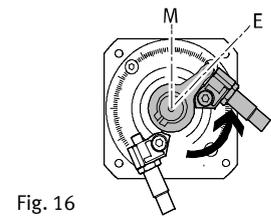

Fig. 16
6. Schieben Sie den Dämpferhalter samt Dämpfer (Elastomerdämpfer oder Stoßdämpfer) an den Anschlaghebel heran. Dabei muss der Dämpfungshub durchgedrückt sein, bis die Hülse des jeweiligen Dämpfers am Anschlaghebel anliegt (Fig. 16). Bei Bedarf am Sechskant gegenhalten.